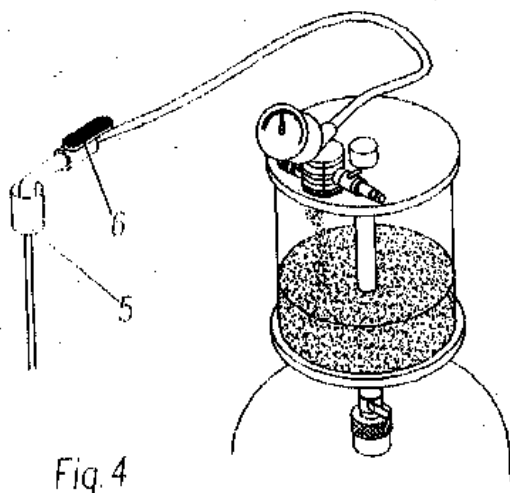

Fig. 4
Убедитесь, что клапан 2 закрыт, установите переключатель 1 в положение "В". Запустите разрежение на максимальное значение 0,8 бар по шкале вакуумметра 4 (Рис. 3). Закройте кран 3 и отсоедините воздушный шланг из положения 2 (Рис. 4).
- С помощью крана 6, соединенного с зондом (Рис. 4), соберите масло в резервуар (макс. вместимость 6 л).
ПРИМЕЧАНИЕ. Для сбора масла используйте более подходящий зонд 5 (Рис. 4).